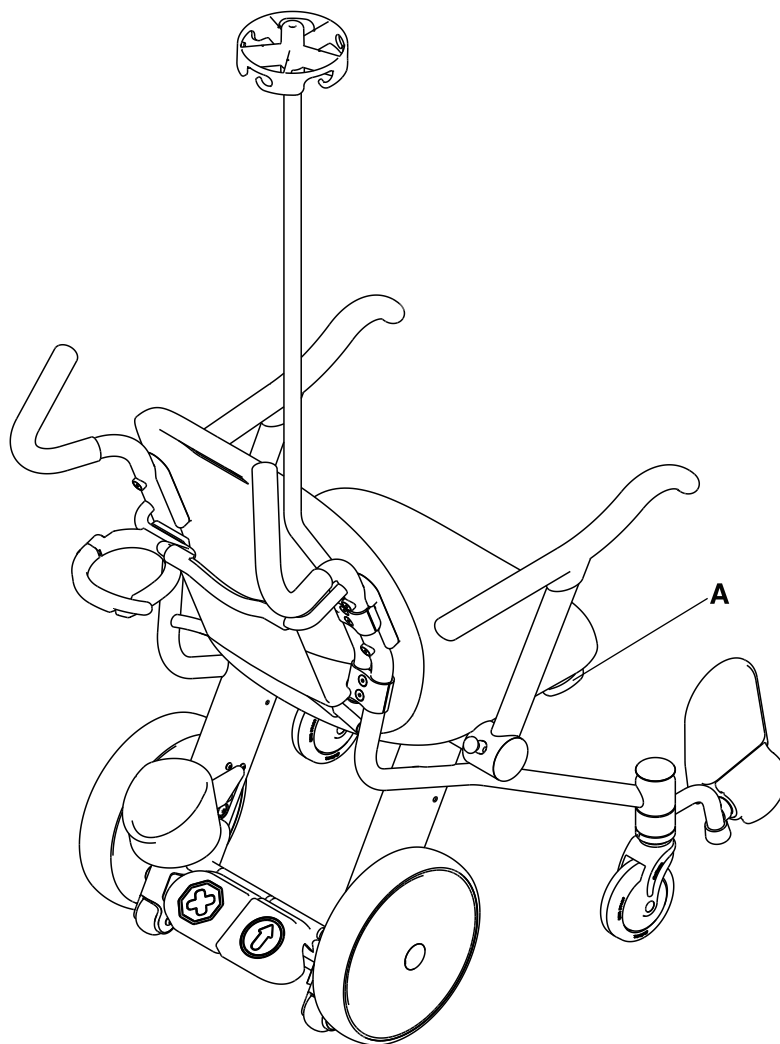

Fig. 8-14: Krog til Foley kateterpose
Fastgør Foley kateterposen til den valgfri Foley kateterposekrog ved at hænge krogen på Foley kateterposen over den valgfri Foley kateterposekrog (A) (Fig. 8-14 på side 8-26). Sørg for, at du har fastgjort Foley kateterposen korrekt.